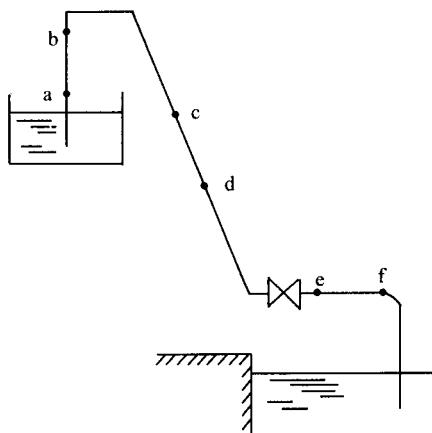
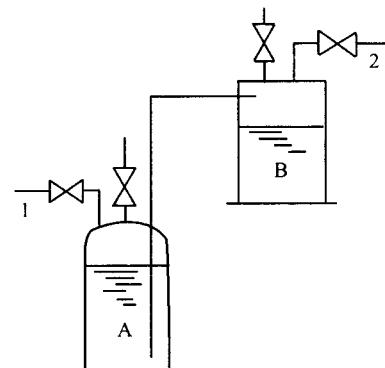

图 1-11
图 1-12
65. 有一套虹吸装置如图 1-11 所示。图中管段 ab、cd、ef 等长、等径，则压差 Δp_{ab} 、 Δp_{cd} 、 Δp_{ef} 的大小关系为_____。
- ① $\Delta p_{ab} > \Delta p_{cd} > \Delta p_{ef}$
- ② $\Delta p_{cd} > \Delta p_{ef} > \Delta p_{ab}$
- ③ $\Delta p_{ef} > \Delta p_{ab} > \Delta p_{cd}$
- ④ $\Delta p_{ab} = \Delta p_{cd} = \Delta p_{ef}$
66. 要将某液体从 A 输送到 B(如图 1-12)，可以采取用真空泵接管 2 抽吸的办法，也可用压缩空气通入管 1 压送的办法，对于同样的输送任务，流体在管路中的摩擦损失与这二种输送方式的选择关系为_____。
- ① 抽吸输送摩擦损失大
- ② 压送的摩擦损失大
- ③ 要具体计算才能比较
- ④ 这两种方式摩擦损失一样